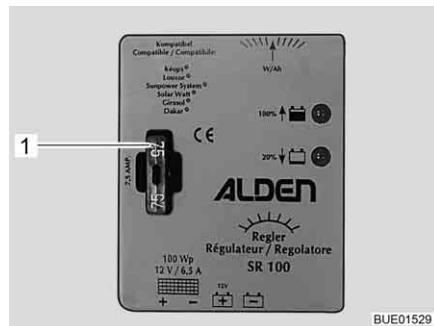

Fig. 117 Fusible pour régulateur de panneau solaire 100 W
- Changer le fusible plat 5 A/brun clair (Fig. 117,1).